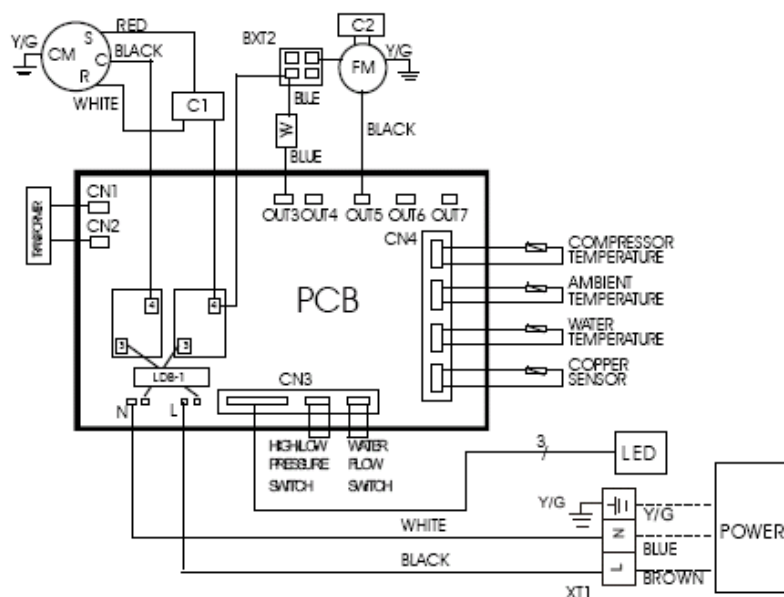
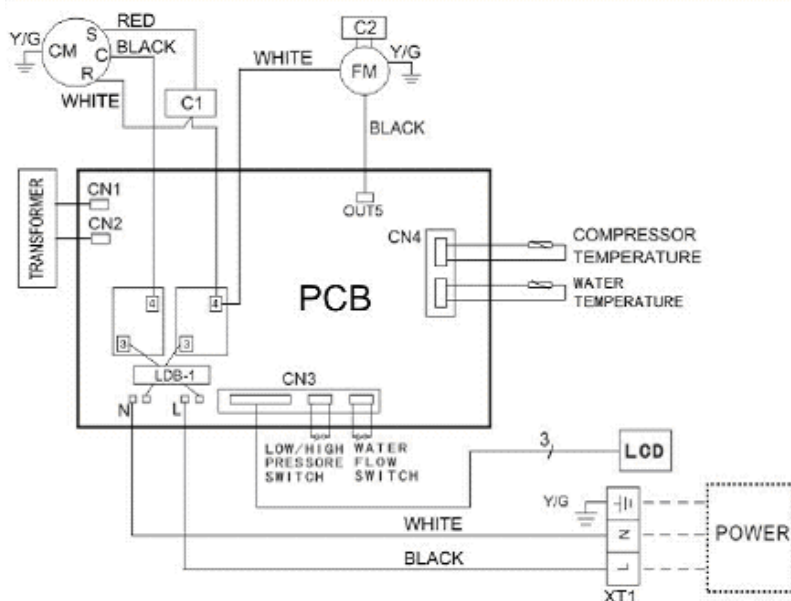

Figure 9: Bornes de branchement au réseau électrique.
Figure 10: Schéma de câblage.
Les branchements électriques doivent être effectués comme indiqué sur le schéma de câblage de la Figure 10.
- Détacher le cordon de branchement au réseau électrique des bornes, voir Figure 10 et Figure 9.